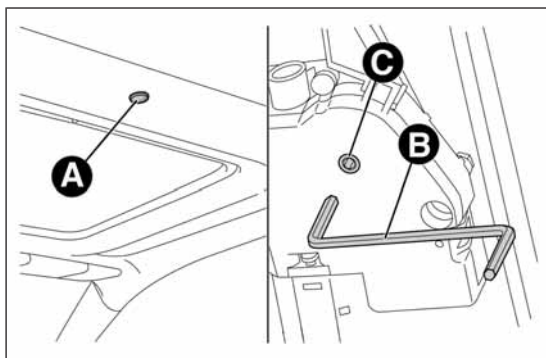

РИС. 56
- снимите защитную крышку А РИС. 56на внутренней обшивке между двумя солнцезащитными шторками;